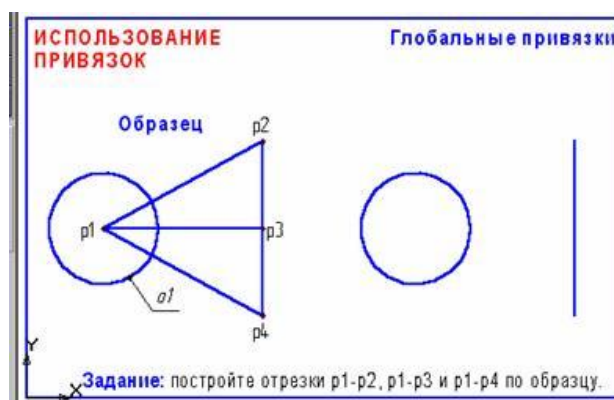

Рис. 6
Задание 4: постройте три отрезка p1 – p2, p1 – p3 и p1 – p4 по образцу. Начальные точки отрезков лежат в центре окружности o1, а конечные в начале, в середине и в конце отрезка p2 – p4 соответственно, рис. 6.
2. Постройте окружность o1 и отрезок p2 - p4, как показано на рис. 6.